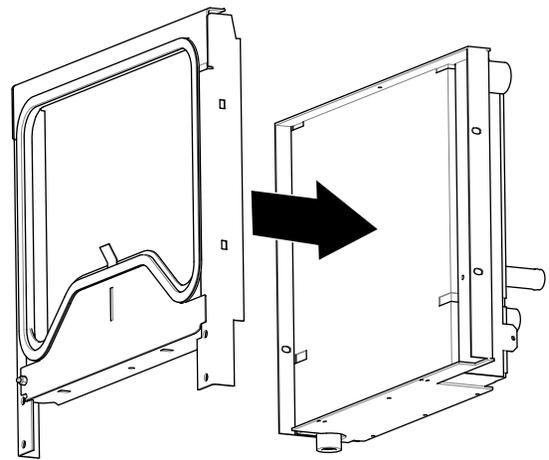

Figura 26
1. Alinhe os orifícios na estrutura de montagem com os orifícios no radiador/refrigerador de óleo (Figura 26).